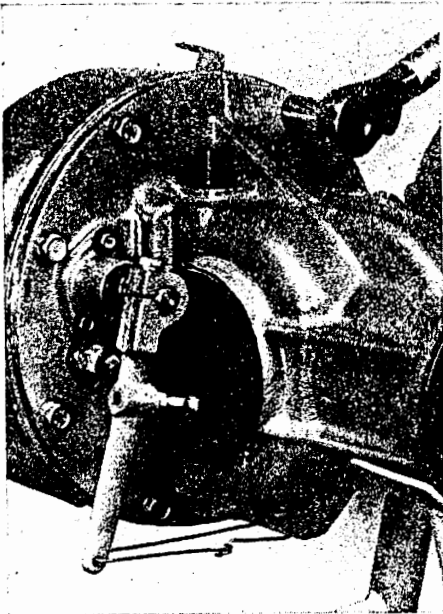

Bild H 40. Verschrauben des Achsgetriebes
9. Achsgetriebe, nachdem es mit den Antriebswellen ausgerichtet wurde, über Kreuz gleichmäßig verschrauben (Bild H 40).